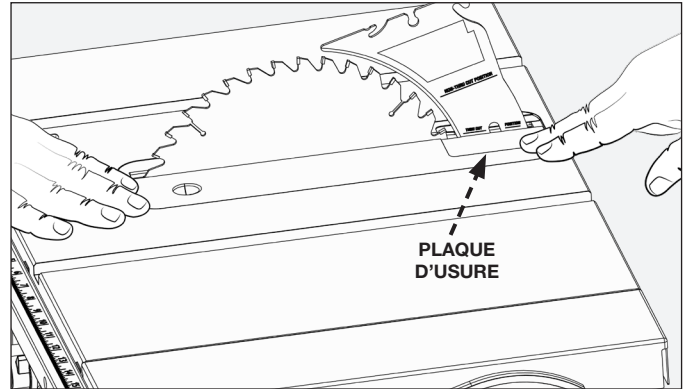

FIGURE 12
Insérez la languette arrière de la passe-lame (G) (l'extrémité avec les plaques d'usure) sous la surface de la table, et entrez l'extrémité avant en place (figure 12). Vérifier que la plaque à gorge est bien ajustée à la table. L'avant de la passe-lame doit être au niveau ou légèrement en dessous de la surface de la table et l'arrière de la passe-lame doit être au niveau ou légèrement au-dessus de la surface de la table (figure 12).